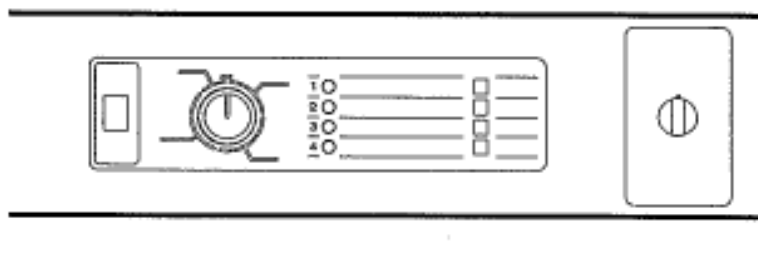

fig. 2
- STANDARD Version (SR) (fig. 2)
- Variante STANDARD (SR). (fig. 2)
- Version STANDARD (SR). (fig. 2)